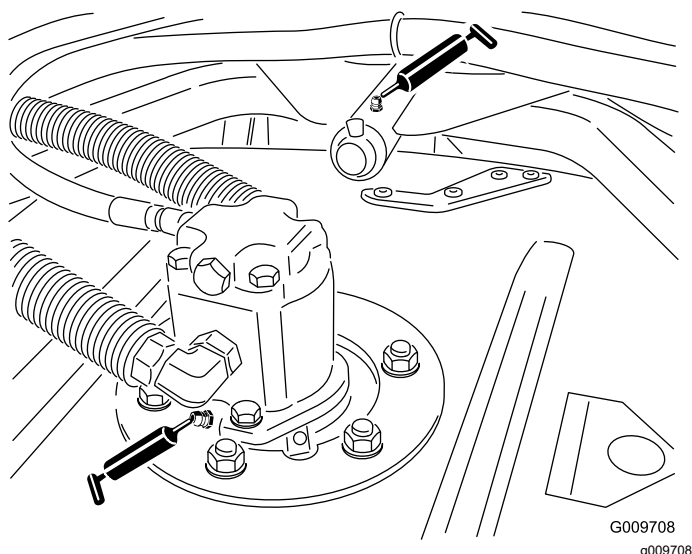

Figura 78
- Cuscinetti dell'asse del fusello dell'apparato di taglio (2 per apparato di taglio) come illustrato nella Figura 78
- Boccole del braccio portante dell'apparato di taglio (1 per apparato di taglio) come illustrato nella Figura 78